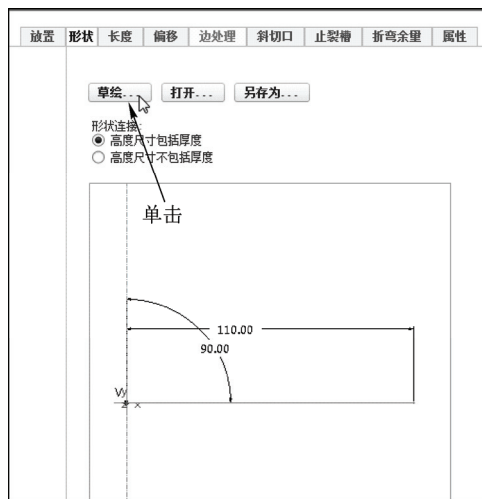

图 13-21 单击“草绘”按钮
STEP 05 单击“形状”按钮，弹出“形状”下滑面板，单击“草绘”按钮，如图 13-21 所示。